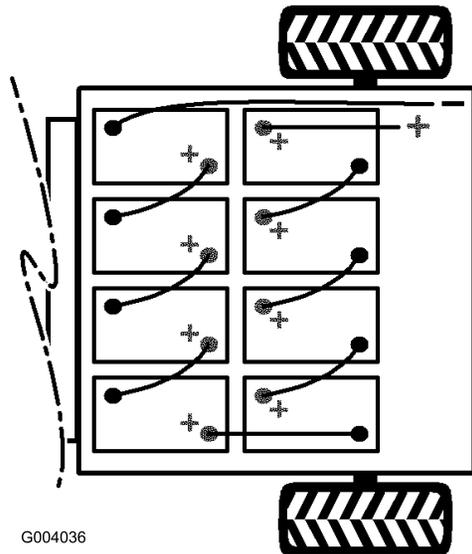

図 11
4. バッテリーは 図 11 のように配置する。
**注** バッテリーを新しく積み込む場合には、極性に十分注意してください（図 11）。
6. 図 11に示すように、付属部品に入っているバッテリー・ケーブルで、バッテリーを相互に接続する。ケーブルが、鋭利な金属部などに触れないよう、注意すること。
7. ボルトを締めつけ、新しいボルト（(5/16 x 3/4 インチ)）とフランジ・ナット（(5/16 インチ)）でクリップのもう一方の側を固定する（図 11）。
8. プラスのメイン・ケーブル（赤）でバッテリーを車両に接続する（図 11）。
9. マイナスのメイン・ケーブル（黒）でバッテリーを車両に接続する（図 11）。